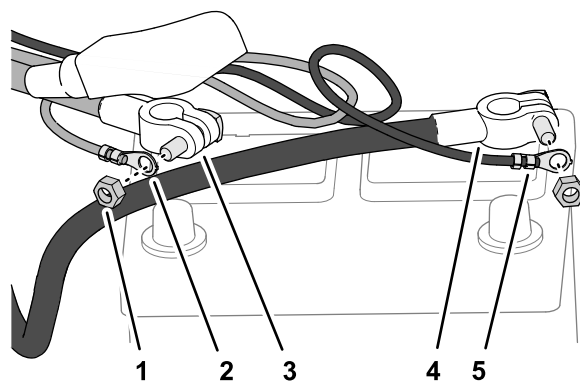

Figura 15
1. In corrispondenza dei cavi positivo e negativo della batteria, rimuovete i dadi della fascetta della batteria dal lato corto dei bulloni della fascetta (Figura 15).
2. Montate il terminale ad anello del cablaggio di alimentazione con il filo nero sul bullone della fascetta della batteria per il cavo negativo della batteria con un dado della fascetta della batteria (Figura 15).
3. Montate il terminale ad anello del cablaggio di alimentazione con il filo rosso sul bullone della fascetta della batteria per il cavo positivo della batteria con un dado della fascetta della batteria (Figura 15).